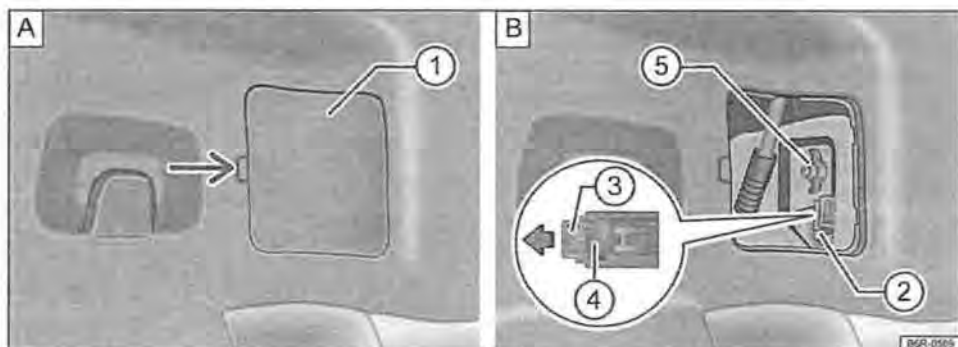

Fig. 124 Lato del vano bagagli: smontaggio della copertura **A**; smontaggio del gruppo ottico **B**
3. Staccare con attenzione la copertura **1** → fig. 124 **A**.
4. Tirare nella direzione della freccia il dispositivo di bloccaggio **3** sul connettore **2** → fig. 124 **B**. A tale scopo usare il cacciavite del kit degli attrezzi di bordo.
5. Premere il fermo **4** e sfilare il connettore **2** → fig. 124 **B**.
6. Svitare il dado ad alette **5** → fig. 124 **B**.
2. Tenere il gruppo ottico con una mano nella posizione di montaggio e con l'altra mano serrare il dado ad alette (5) → fig. 124 (B).
4. Allacciare il connettore (2) al portalampe e spingere il fermo (3) nel senso opposto a quello della freccia nel connettore → fig. 124 (B).